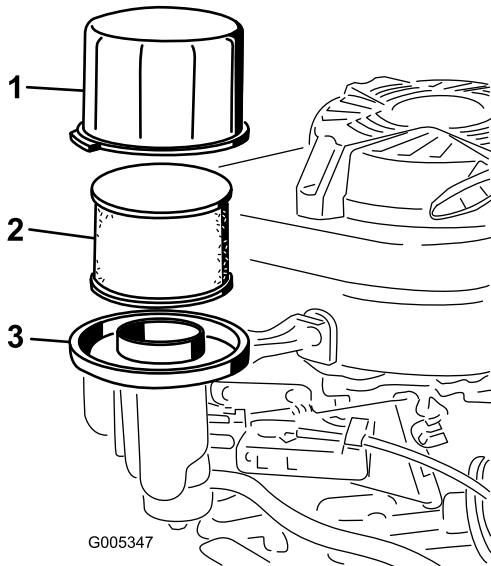

Figura 21
3. Retire la tapa y límpielala a fondo (Figura 21).
4. Retire el pre-limiador de gomaespuma y el filtro de aire de papel de la base del limpiador de aire (Figura 21).